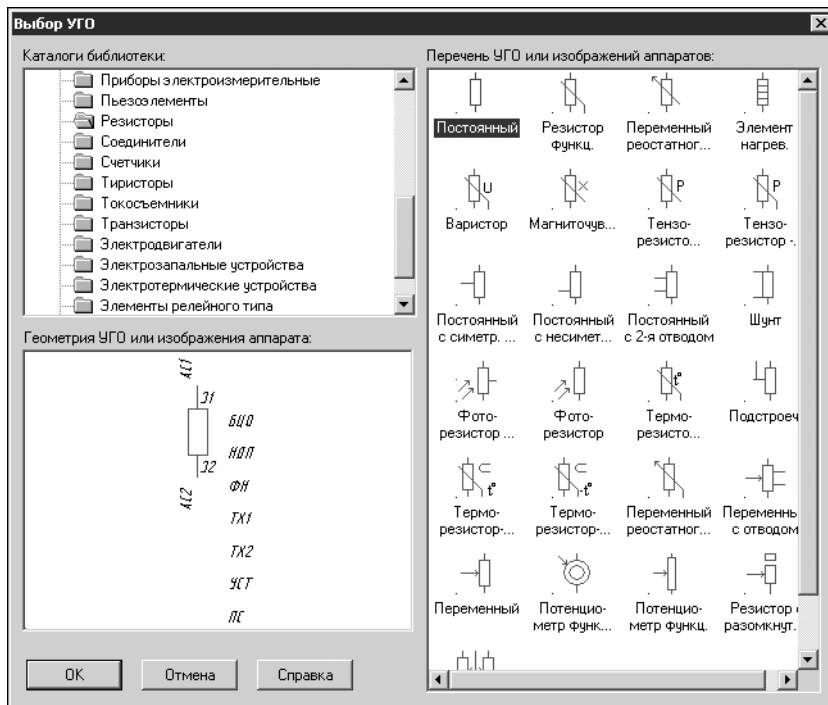

Рис. 6.8. Выбор УГО из базы данных
Добавить (Удалить)	Кнопка с динамически изменяемым текстом. Если УГО добавлено на кнопку текст Удалить , если нет - Добавить . Нажмите эту кнопку, чтобы добавить или удалить УГО. После нажатия кнопки Добавить на экране появится диалог Выбор УГО (рис. 6.8, табл. 6.11).
10. В области **Принципиальная схема аппарата** (см. табл. 6.9 на с. 154) нажмите кнопку **Добавить**. В результате на экране появится диалог **Выбор УГО** (рис. 6.8, табл. 6.11 на с. 155).